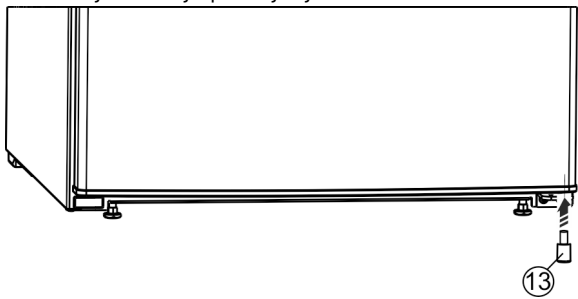

Fig. 26 \*
- ▶ Razmačnik Fig. 26 (13) ponovno umetnite desno dolje u vrata jer je on važan za stabilnost uređaja.\*